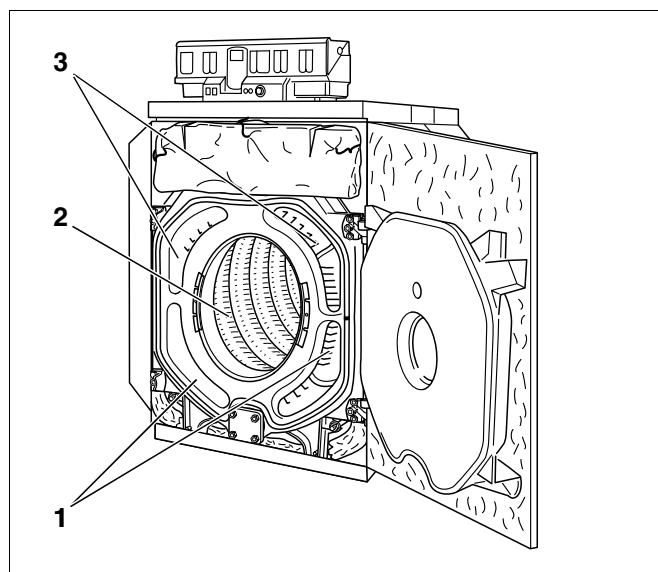

Fig. 69 Nettoyage des parcours de fumées
- Les parcours des fumées doivent être nettoyés de l'avant vers l'arrière à l'aide de brosses de nettoyage (fig. 69, **pos. 1 et 3**).
- Le reste du foyer (fig. 69, **pos. 2**) doit être nettoyé avec la brosse 2.
- Nettoyer les parcours de fumées inférieurs par l'avant, avec la brosse 2 (fig. 69, **pos. 1**).